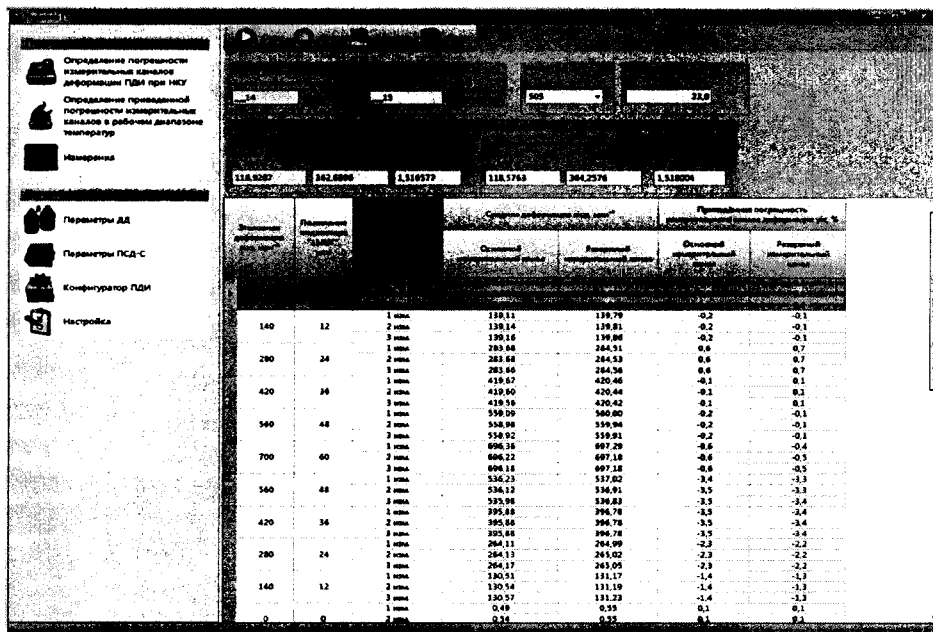
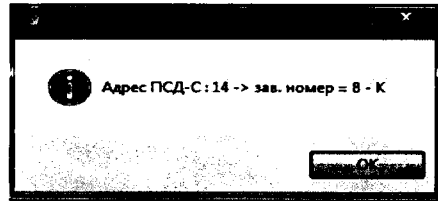
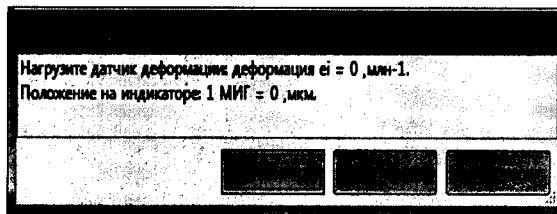

Рис. 22 – Задача «Определение погрешности измерительных каналов деформации ПДИ при НКУ»
Рис. 23 – Окно адреса ПСД-С
Рис. 24 – Диалог «Определение погрешности измерительных каналов»
4.5.4 На экране главного окна программы «Поверка ПДИ» на панели задач нажать кнопку с названием «Определение погрешности измерительных каналов деформации ПДИ при НКУ» (рис. 2), после чего на экране появится выбранная задача (рис. 22).
4.5.5 Для проверки ПСД-С, нужно нажать на кнопку «Тест» «Основного канала», расположенную рядом с адресом ПСД-С (рис. 22). Если установки проведены правильно, то на экране появится сообщение с адресом ПСД-С (рис. 23). Нажать кнопку «ОК» для подтверждения.
4.5.7 Нажать левой кнопкой мыши на кнопку , расположенную на панели управления задачей (рис. 22). После чего на экране появится диалог «Определение погрешности измерительных каналов» (рис. 24).